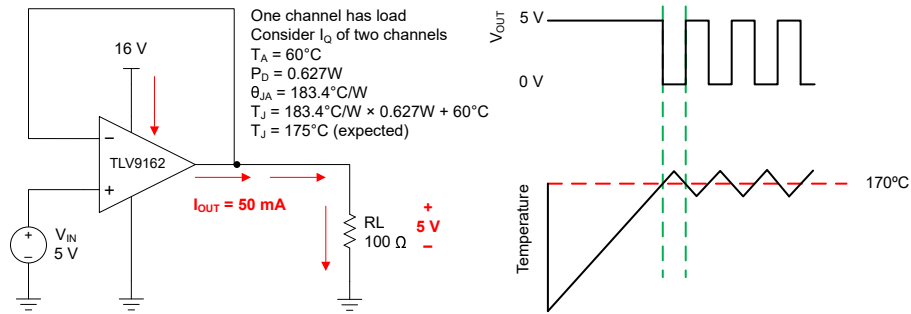

图 6-4. 热保护
任何放大器的内部功耗都会导致内部温度（结温）升高。这一现象称为自热。TLV916x-Q1 的绝对最大结温为 150°C。超过此温度会损坏器件。TLV916x-Q1 具有过热保护功能，可减少自热造成的损坏。该保护功能的工作原理是监视器件的温度，并在温度超过 170°C 时关闭运算放大器输出驱动。图 6-4 展示了 TLV9162-Q1 的应用示例，该器件因为其功耗 (0.627W) 而产生显著的自热。在此示例中，两个通道都具有静态功耗，而其中一个通道具有很大的负载。热计算表明，当环境温度为 60°C 时，器件结温达到 175°C。不过，实际器件会关闭输出驱动来恢复到安全的结温。图 6-4 展示了电路在过热保护期间的行为。在正常工作期间，器件充当缓冲器，因此输出为 5V。当自热导致器件结温升高超过内部限制时，过热保护强制输出进入高阻抗状态，并通过电阻  $R_L$  将输出拉至接地。如果依旧存在导致过大功耗的状况，放大器将在关断和启用状态之间振荡，直到输出故障得到纠正。请注意，热性能可能会因所选封装和 PCB 布局设计而有很大差异。此示例使用 TSSOP (8) 封装的热性能。